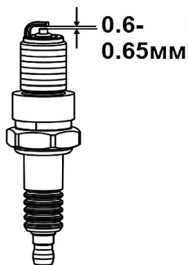

Рис. 20 Обслуживание свечи зажигания
- Измерьте зазор между электродами свечи зажигания специальным щупом. Зазор должен быть 0,6-0,65 мм (Рис. 20). При увеличении или уменьшении требуемого зазора рекомендуется заменить свечу, так как регулировка зазора может привести к изменению качества искрообразования.